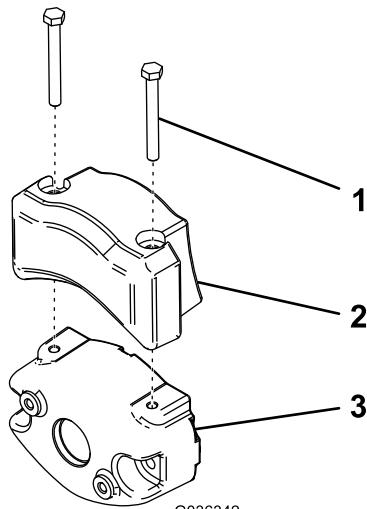

Figure 4
4. Fixez le contrepoids électriques au contrepoids existant à l'aide de 2 vis, comme montré à la Figure 4.